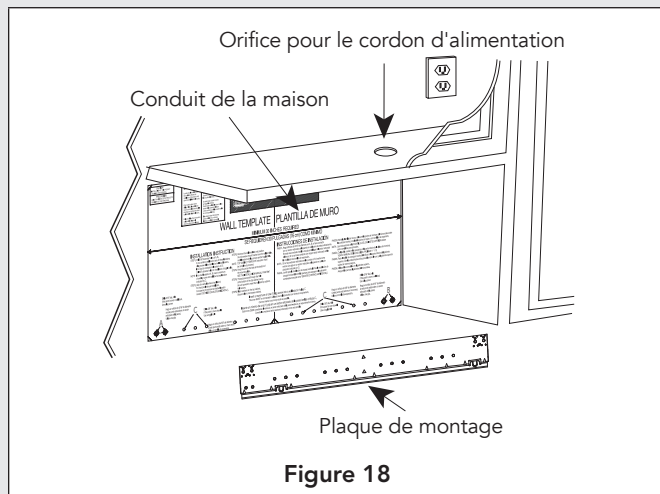

Figure 18
- Tracez une ligne verticale sur le mur au centre de l'espace de 30 po. Voir la Figure 18.